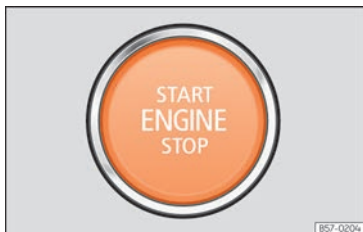

Fig. 83 În partea inferioară a consolei centrale: butonul de pornire.
Când urcați la bord, butonul de pornire >>> **fig. 83** clipește pentru a vă atrage atenția.
- Apăsați butonul de pornire » fig. 83 fără a apăsa pedala de accelerație. Pentru ca motorul să pornească, trebuie să existe o cheie valabilă în autovehicul. După pornirea motorului, iluminarea butonului START ENGINE STOP trece la aprinsă continuu, pentru a indica faptul că motorul este în funcțiune.